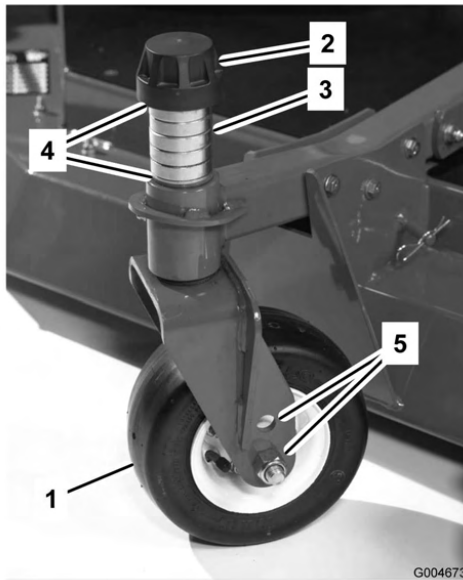

Figura 86
1. Togliete il cappuccio di tensione dall'asse del perno ed estraete il perno dal braccio della ruota orientabile (Figura 86). Riposizionate gli spessori, come opportuno, per sollevare o abbassare la ruota orientabile fino ad ottenere il passo corretto dell'apparato di taglio.